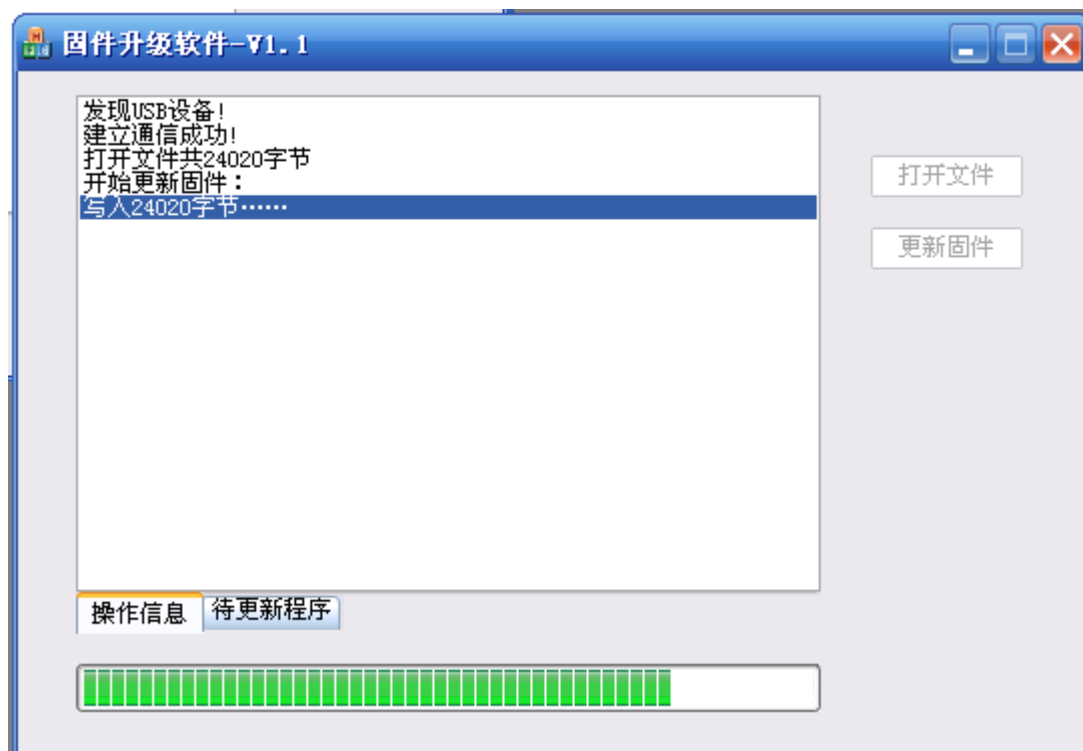

图 2-4 更新固件
2.4 更新固件：单击“更新固件”按钮，等待固件更新的进度条跑完如图 2-4 所示，更新过程中如遇到中途更新中断重新单击“更新固件”按钮即可；